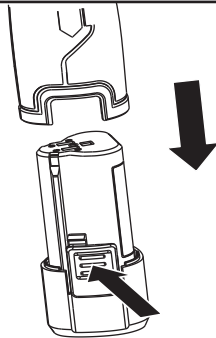

Fig. A1
B) TO REMOVE THE BATTERY PACK (See Fig. A1)